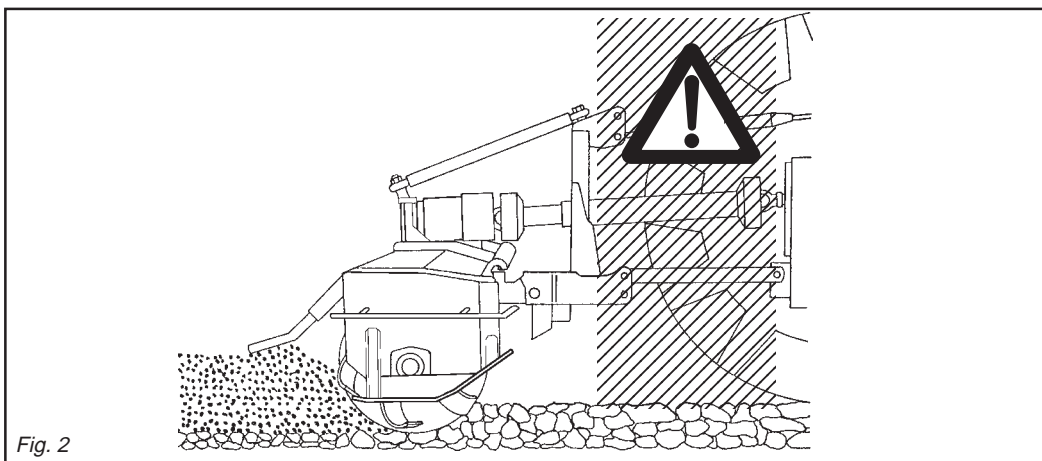

Fig. 2
- 24) It is absolutely forbidden to stand between the tractor and the implement (Fig. 2) when the engine is running and the cardan shaft is engaged without having first engaged the hand brake and placed a block or stone under the wheels to prevent them from moving.
- 24) Es ist absolut verboten, bei laufendem Motor und eingeschalteter Gelenkwelle zwischen den Schlepper und das Gerät zu treten (Abb. 2). Dazu muß die Feststellbremse gezogen werden und unter die Räder ein Bremskeil oder ein großer Stein gelegt worden sein.
- 24) Il est absolument interdit de se mettre entre le tracteur et l'appareil (Fig. 2) quand le moteur est en marche et le cardan enclenché, sans avoir tiré le frein de stationnement et bloqué les roues avec une cale ou un caillou.
- 24) Está terminantemente prohibido colocarse entre el tractor y el equipo (Fig. 2) con motor encendido y cardán inserido, o sin haber accionado el freno de estacionamiento y de colocar, debajo de las ruedas, una piedra u otro elemento de bloqueo.
- 28) È assolutamente vietato interpersi fra il trattore e l'attacco per manovrare il comando dall'esterno per il sollevamento (Fig. 2).
- 28) *It is absolutely forbidden to stand between the tractor and the implement when manoeuvring the lift control from the outside (Fig. 2).*
- 28) Es ist absolut verboten, zwischen den Schlepper und den Anschluß zu treten, um die Aushebung von außen zu betätigen (Abb. 2).
- 28) *Il est absolument interdit de se mettre entre le tracteur et l'attelage pour manoeuvrer la commande de relevage de l'extérieur (Fig. 2).*